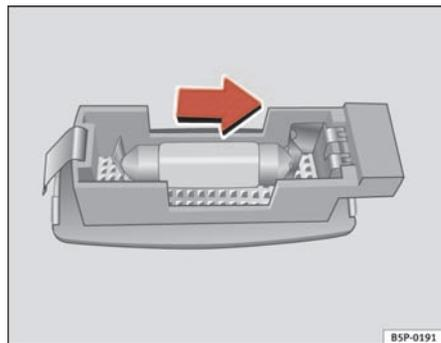

Fig. 192 Smontaggio della luce dell'aletta parasole
- Estrarre con cautela il coprifanale utilizzando il cacciavite dal lato piatto, come indicato nella figura. ⇒ fig. 192.
- Rimuovere la lampada, movendola verso l'esterno nel senso della freccia. ⇒ fig. 192 ■